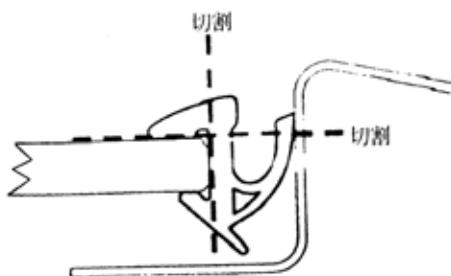
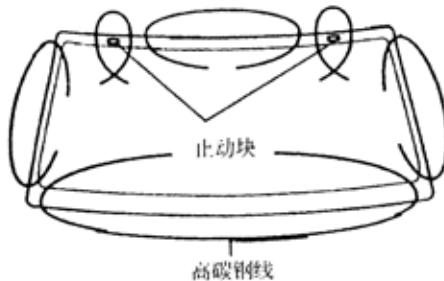

图 9-226
图 9-227
- (1)如图 9-226 所示, 用刀割开框架。注意: 勿用刀损坏车身。
- (2)拆下余下的框架。注意: 拆卸时, 部分使用刀, 用手拉动并将其拆下。
- 5)拆下挡风玻璃, 如图 9-227 所示。